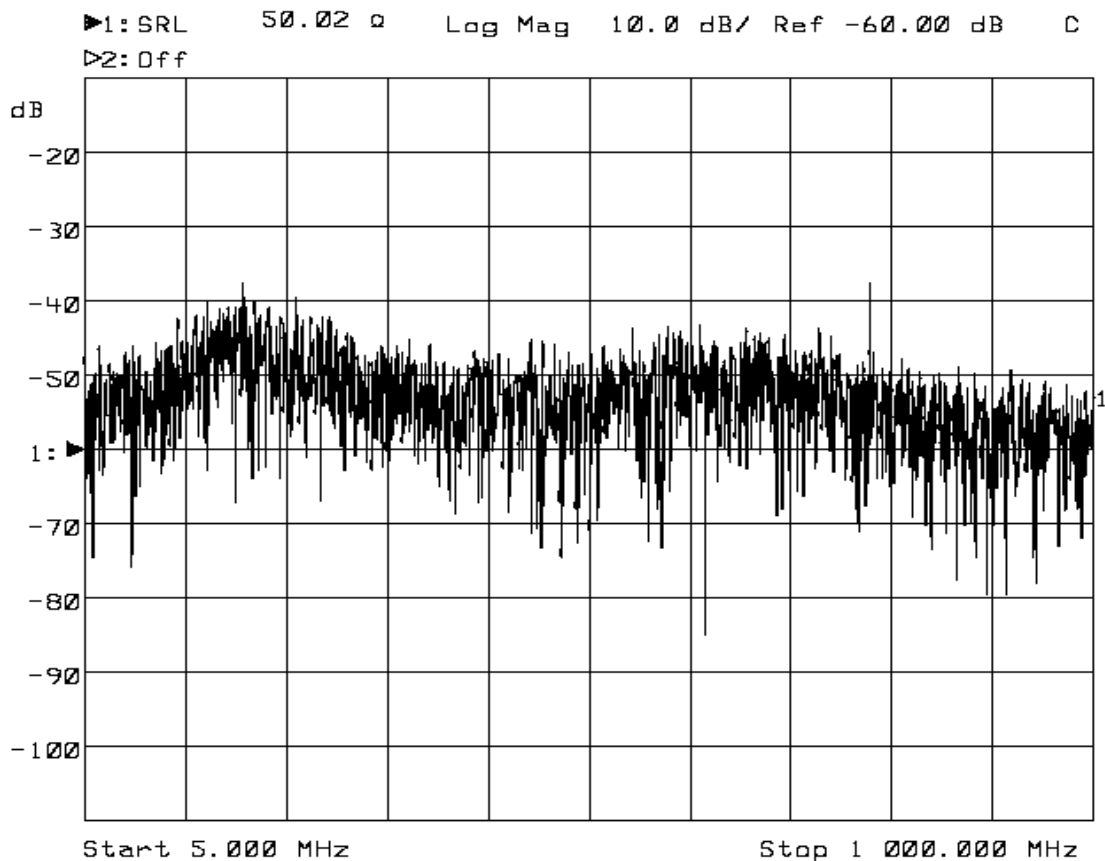

Figura 2-82. Directividad del Sistema.
- c. Observe la respuesta de magnitud en el canal 1. Vea la Figura 2-82 para un ejemplo de respuesta. La respuesta de picos altos en el canal 1 es la *directividad* del sistema. Si la respuesta de pico en el canal 1 es < -40 dB, entonces la calibración es buena. Si la respuesta del pico es > -30 dB, requiere recalibrar el Analizador de Red nuevamente.